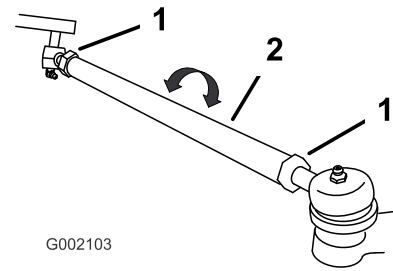

Figura 34
4. Si la medida es mayor de 0-6 mm, afloje las contratuercas en ambos extremos de las bielas (Figura 34).